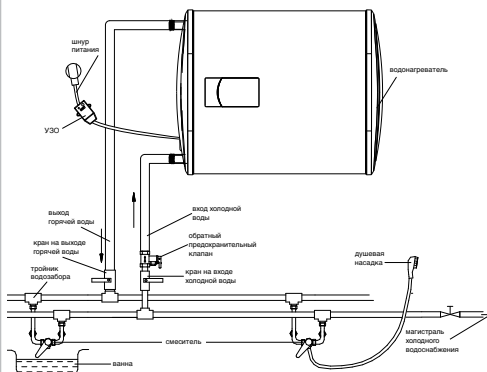

Рис. 9
1. Установка водонагревателей серий Smalto, Smalto DL существенно облегчается возможностью установить их как вертикально, так и горизонтально в любом месте вашего дома, в отапливаемом (!) помещении. Желательно установить водонагреватель как можно ближе к месту использования горячей воды, поскольку чем меньше длина труб, тем меньше потери тепла. Как показано на *рис. 9*, при горизонтальной установке водонагревателя трубы подводки должны быть расположены слева. При установке водонагревателя рядом со стеной, оставьте рекомендованное свободное пространство для технического обслуживания. Не устанавливайте водонагреватель на горизонтальной поверхности и вплотную к полу.